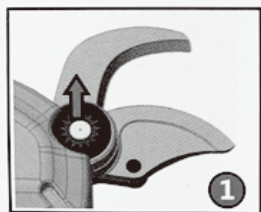

FIG.5
1. Localisez l'entrée d'huile sur le côté du sécateur (Fig. 5).